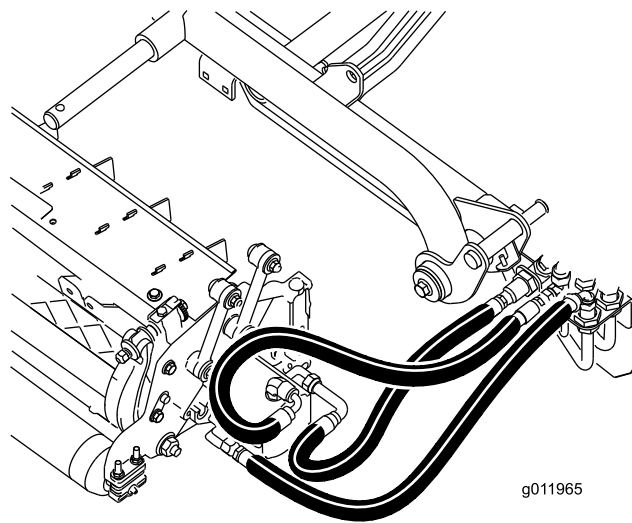

**Figura 20**
2. Deslice el bastidor de tiro de la unidad de corte sobre la barra de giro y fíjelo con un pasador de seguridad (**Figura 20**).